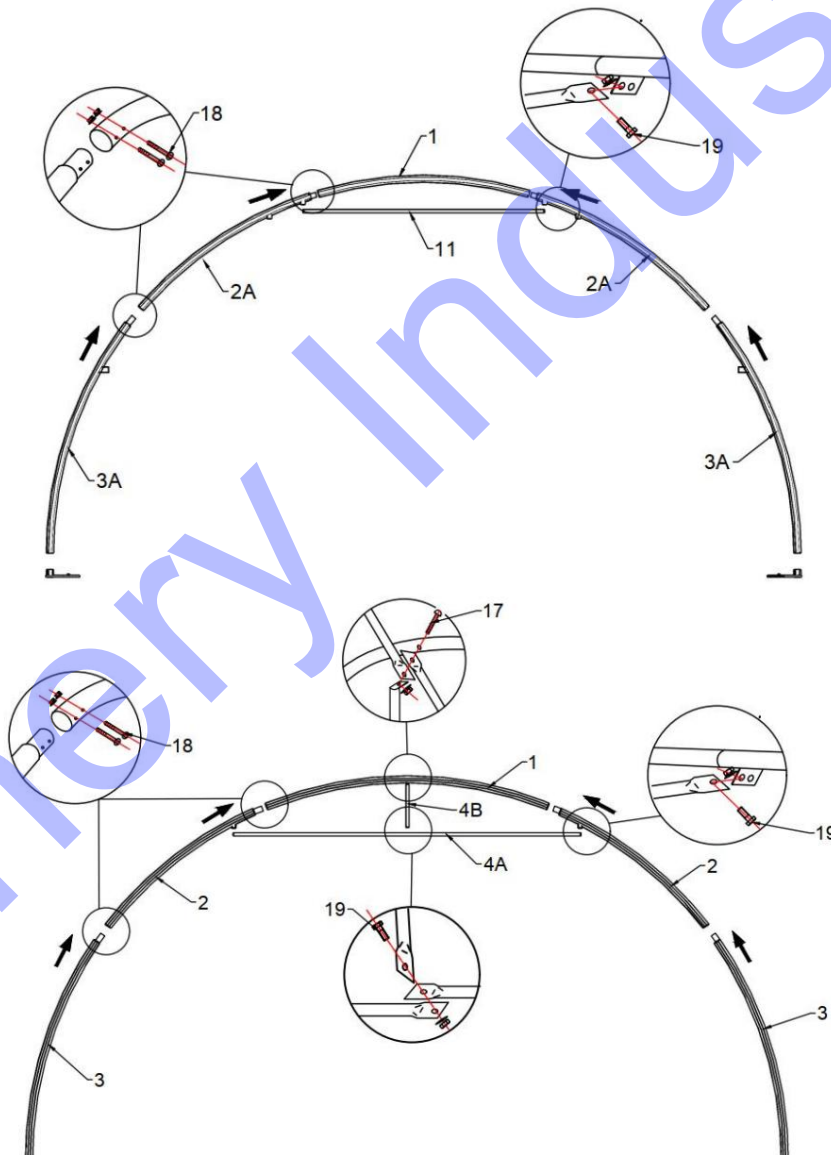

Figure 4
1. Comme le montre la figure 4, il faut trouver un tube courbé pour toit (n° 1), deux morceaux de tubes courbés centraux pour portes (n° 1).